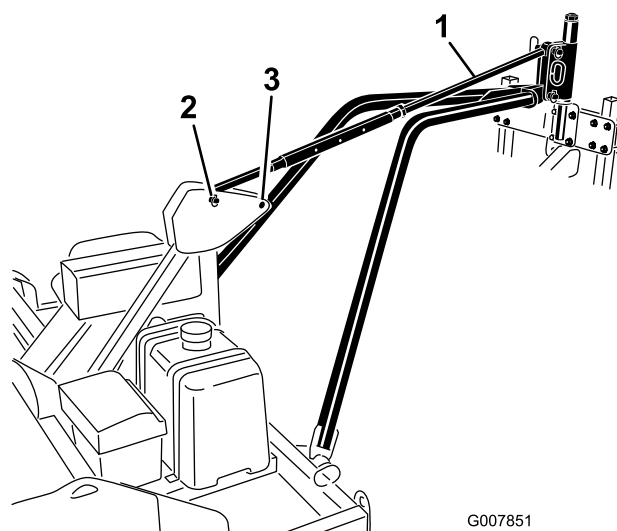

Bild 14
5. Fluchten Sie das Loch in der Anbauvorrichtung des Zugarms mit den unteren Löchern in der beweglichen Anbauvorrichtung des Aerifizierers aus Bild 14). Befestigen Sie die Anbauvorrichtung des
7. Befestigen Sie den Neigungssteuerungslenker mit Anbauvorrichtungsstiften und Klappsteckeran in den oberen Löchern der beweglichen Anbauvorrichtung des Aerifizierers und des Rahmens (Bild 14).